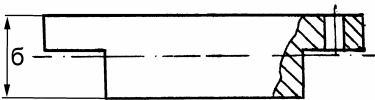

Рис. 47. Ось ролика толкателя.
2. Измерьте диаметр (б) оси ролика (рис. 47). Если диаметр меньше 8,97 мм, замените ось.